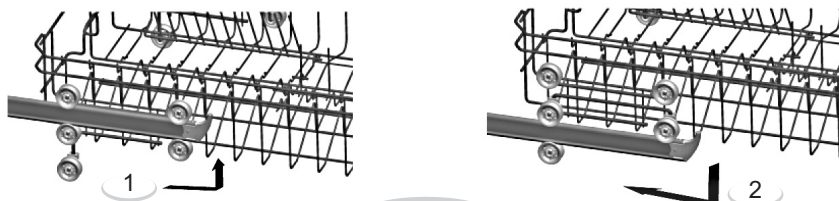

Рис. 12
- Схема установки на разной высоте верхней корзины посудомоечной машины модели 45301 и ее исполнений представлена на рис. 12.